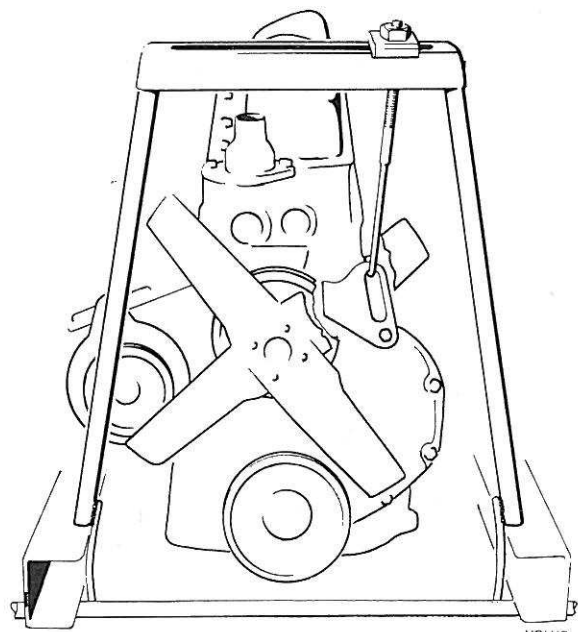

Figure 11. Potence de levage SVO 2727
1. Fixer la plaque de la potence de levage SVO 2727 à la vis supérieure du carter de distribution (enlever la rondelle plane). Poser la potence en place et fixer son crochet sur la plaque comme le montre la figure 11. Lever l'extrémité avant du moteur pour soulager les pattes avant du moteur. Enlever la jauge d'huile.